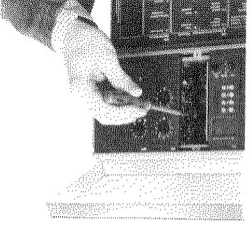

Abb. 14 Einstellung des Niveaus der Kesselwassertemperatur „EK“
Mit dem Stellrad "STK" wird die Heizkennlinie der Kesselwassertemperatur nach dem Heizkennliniendagramm eingestellt. Mit dem Drehknopf "EK" (Abb. 14)
2. Am Drehknopf "EK" Nullpunkt der Heizkennlinie der Kesselwassertemperatur einstellen (Abb. 14).